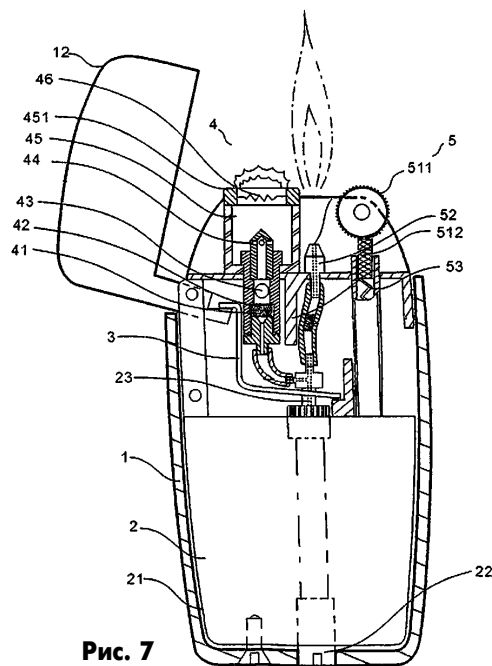

Рис. 7
**Защищенная от ветра зажигалка с кремниевым зажиганием** описана в международном патенте PCT03/044432 (2003 г.). На рис.7 показаны: 1 - корпус; 2 - контейнер с топливом (22 - штуцер для зарядки топливом; 23 - выходной штуцер); 3 - рычаг управления выходом газа; 4 - узел защиты от ветра (41 - фильтр; 42 - сопло; 43 - камера смешивания газа; 44 - выходное сопло; 45 - камера под-